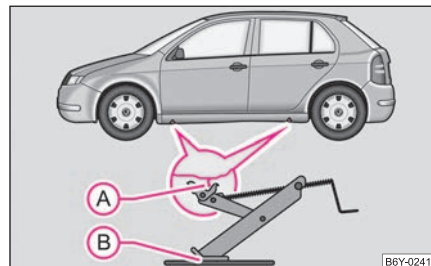

Fig. 159 Changement de roue: Points de prise du cric
- Positionnez le cric au point de prise - en bas du longeron - le plus près de la roue crevée ⇒ fig. 159.
- Installez le cric de sorte que la griffe prenne dans le profilé vertical du longeron (A) et que la surface inférieure d'appui du cric (B) soit sur un sol suffisamment solide pour toute sa portée. ▶